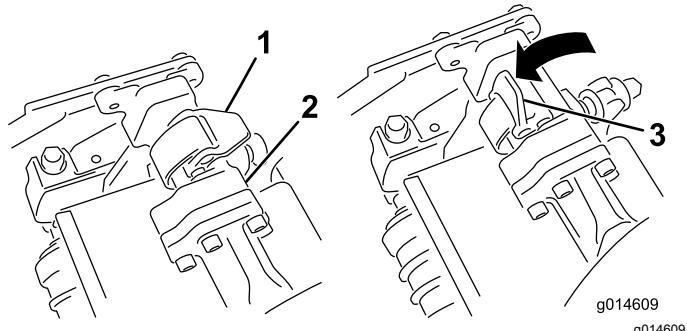
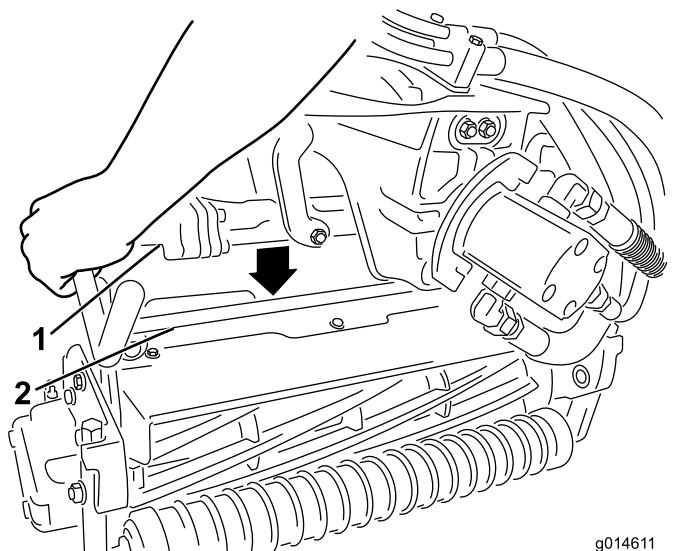

Bild 45
Bild 46
3. Die Riegel an der Aufhängearmstange müssen nach oben zeigen (d. h. offen) (Bild 45); drücken Sie den Aufhängearm dann so nach unten, dass die Stange über die Stange an der Oberseite der Schneideeinheit passt (Bild 46).
4. Drücken Sie die Riegel nach unten um die Schneideeinheitstange herum und arretieren sie (Bild 45).
4. Öffnen Sie die Riegel an der Aufhängearmstange der Schneideeinheit, die Sie entfernen möchten (Bild 45).